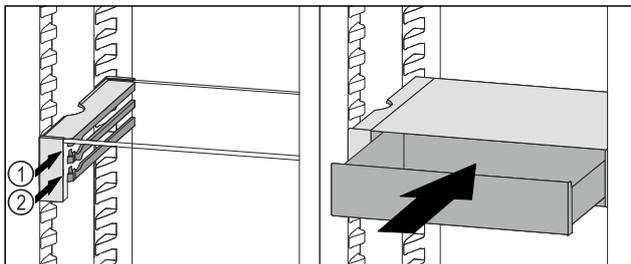

Fig. 85
- ▶ Coloque el cajón VarioSafe detrás de los topes, en la ranura deseada Fig. 85 (1) o en Fig. 85 (2).